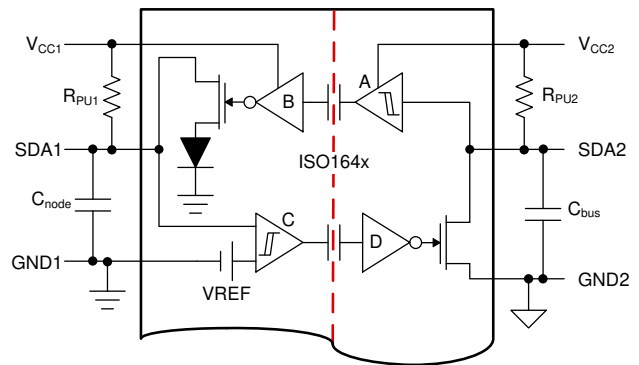

图 2. 将双向 SDA 信号分离为单向隔离通道的 ISO164x 方案
图 2 功能图展示了 I2C 总线的双向串行数据线 (SDA) 信号如何在内部分离为两个使用数字隔离器通道隔离的单向信号。隔离式 I2C 器件在第 1 侧连接一个低电容 I2C 节点, 在第 2 侧连接一个容值高达 400pF 的满载 I2C 总线。内部单向通道的排列和连接造就了一个易于闩锁的闭合信号回路。通过实现一个输出缓冲器 (B) 和一个输入缓冲器 (C), 可防止出现这种闩锁情况。输出缓冲器 (B) 的输出低电平由二极管压降抬升至约 0.65V, 输入缓冲器 (C) 由一个定义了迟滞的比较器组成。然后, 比较器的上下输入阈值会区分来自 SDA1 的低电位和来自输出缓冲器 B 的电位。